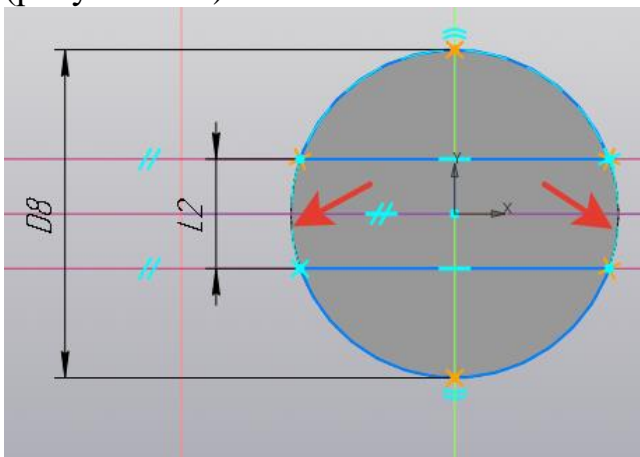

Рисунок 134.
5. Нарисуйте такую же окружность **D8** с центром в начальной точке. Проведите два отрезка размером **L2** согласно вашему варианту. Используя инструмент *Усечь кривую* удалите среднюю часть окружности (рисунок 134).